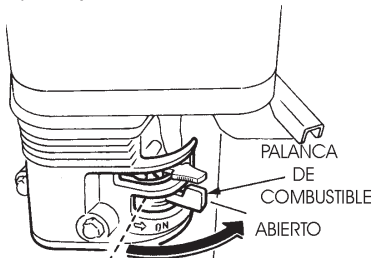

Figura 13. Palanca de la válvula de combustible del motor (posición ON)
2. Coloque la *palanca de la válvula de combustible del motor* (Figura 13) a la posición "ON".